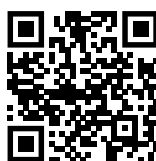

Fig. 108
- ▶ Nyissa meg a Liebherr SmartMonitoring Dashboard oldalt. (lásd Fig. 108)